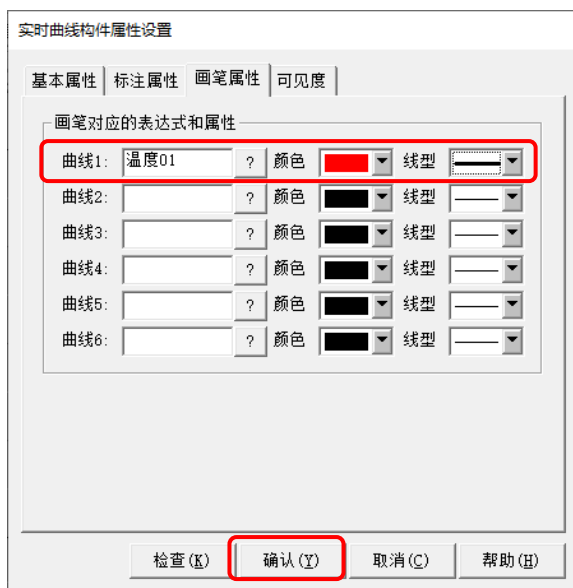

图 5.1-9 设置画笔属性
- ⑦ 设置画笔属性：“画笔属性”是实时曲线构件的核心功能设置，如图 5.1-9，用户通过点击“画笔属性”中的  关联需要显示的曲线变量，还可设置曲线颜色和线型。我们在“曲线 1”关联变量“温度 01”，并设置曲线颜色和线型，完成设置后点击“确认”保存。